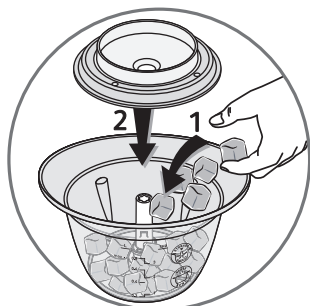
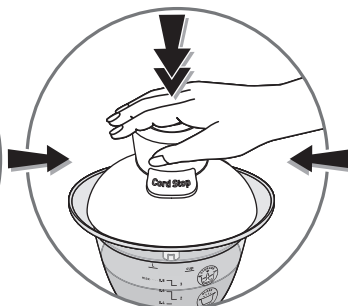
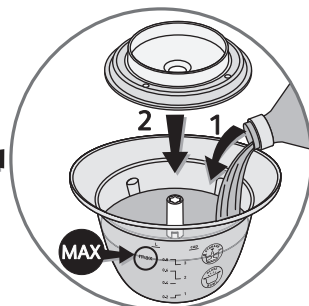

fig.C2
fig.3
fig.D2
- 2 - Versez les ingrédients dans le bol (fig. C2) sans dépasser le niveau max.
- 3 - Placez la coupelle d'étanchéité (B) (fig. C2).
- 4 - Posez le bloc moteur (A) sur l'ensemble.
- 5 - Appuyez sur le bloc moteur (A) pour la mise en marche (fig. 3).
- 2 - Ajoutez le liquide dans le bol (fig. D2). **Attention : Ne pas dépasser le niveau MAX (0,8L) indiqué sur le bol (F).**
- 3 - Placez la coupelle d'étanchéité (B) (fig. D2).